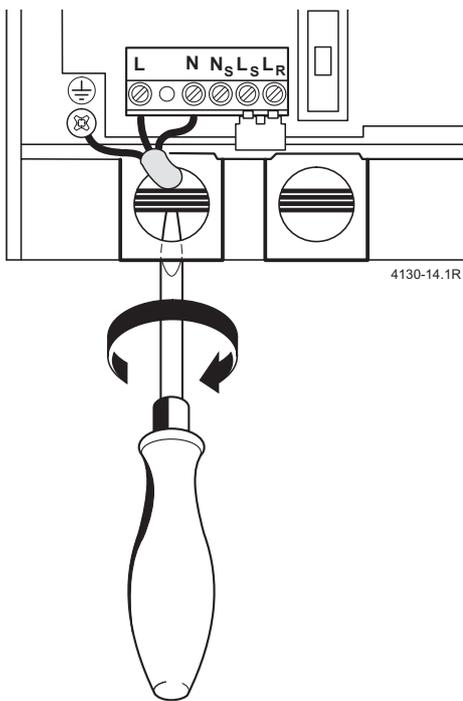

Fig. 12
- Fare passare il cavo attraverso la guarnizione del passacavo e collegarlo come da fig. 12.